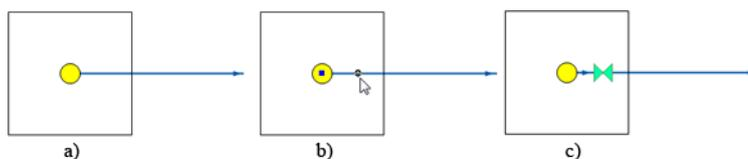

Рисунок 6.12. Вставка объекта на существующую сеть
- Отметить точку вставки на участке, для этого подвести курсор к предполагаемой точке разбиения и нажать левую клавишу мыши. Место на отрезке отобразится кружком, в точке перелома- квадратиком (см. Рисунок 6.12, «Вставка объекта на существующую сеть»b);
- Из списка объектов выбрать нужный и нажать левую клавишу мыши. Выбранный объект будет изображен на схеме. (см. Рисунок 6.12, «Вставка объекта на существующую сеть» c).